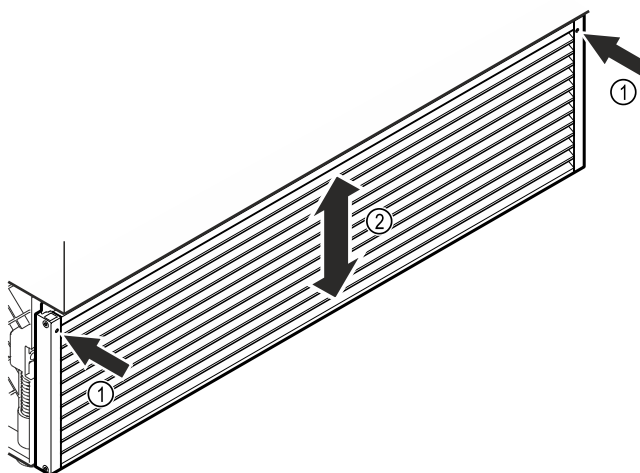

Fig. 30
- Allentare i perni filettati sul lato anteriore della griglia di aerazione. Fig. 30 (1)
- Regolare la griglia di aerazione all'altezza desiderata. Fig. 30 (2)